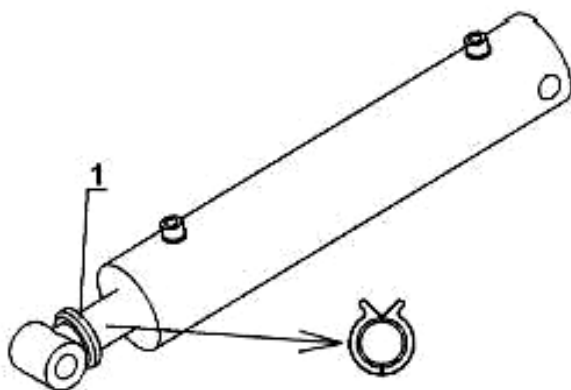

Рисунок 11.
Регулировка глубины обработки осуществляется путем установки клипс различной толщины на шток гидроцилиндра (1) опорных колес (рис. 11).